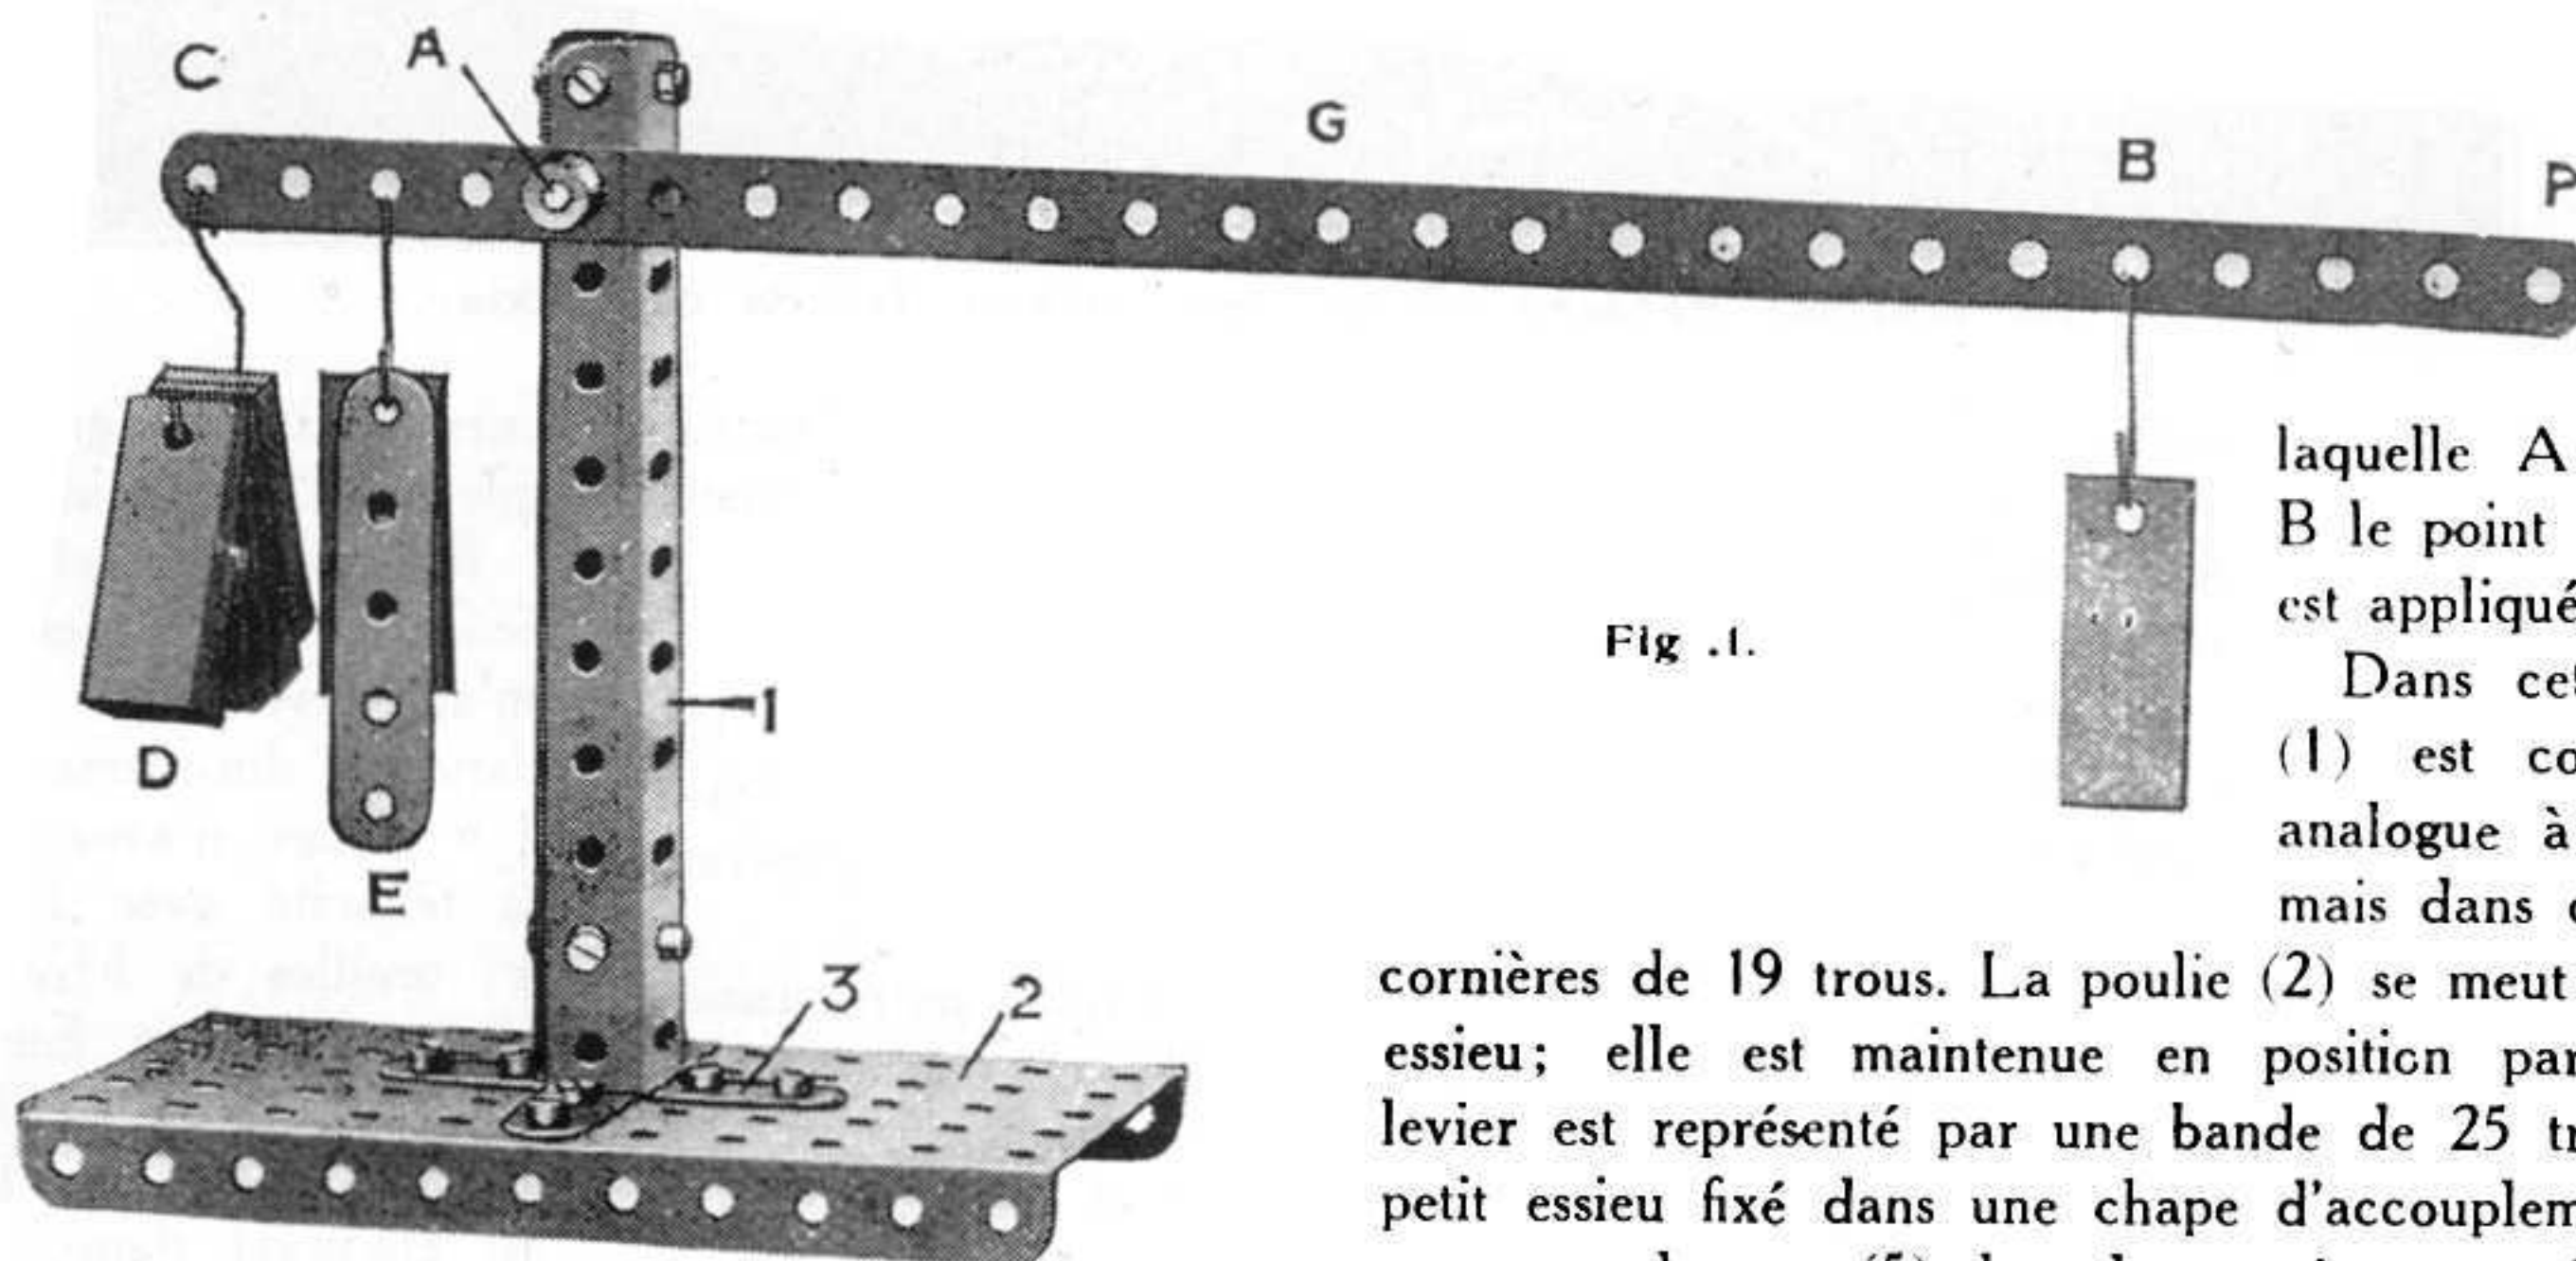

Fig. 15.
La Fig. 15 représente un levier du premier genre. Le montant du modèle se compose de deux cornières de 11 trous (1) fixées à la base (2) au moyen d'équerres de 25 m/m  $\times$  25 m/m (3) et maintenues à leur partie supérieure à l'aide de deux équerres de 12 m/m  $\times$  12 m/m. Une petite tringle qui supporte le levier, est passée en travers du montant et fixée solidement à une manivelle boulonnée à la cornière de 11 trous de l'arrière.
Dans cet exemple, le montant (1) est construit d'une manière analogue à celle de la Fig. 15, mais dans ce cas, on emploie des cornières de 19 trous. La poulie (2) se meut librement sur un petit essieu; elle est maintenue en position par un collier (3). Le levier est représenté par une bande de 25 trous qui pivote sur un petit essieu fixé dans une chape d'accouplement (4) supportée par un accouplement (5) lequel peut être monté au moyen de sa vis d'arrêt posée dans n'importe quelle position sur la tringle (6). Cette dernière passe à travers les cornières verticales (1) et est fixée à des manivelles (7).